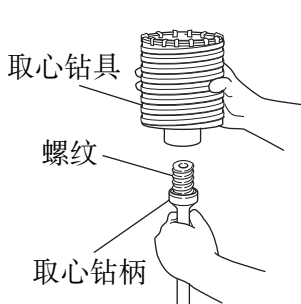

图 14
- (1) 把取心钻具安装於取心钻柄 (图 14)。润滑取心钻柄的螺纹，可使拆解更加容易。